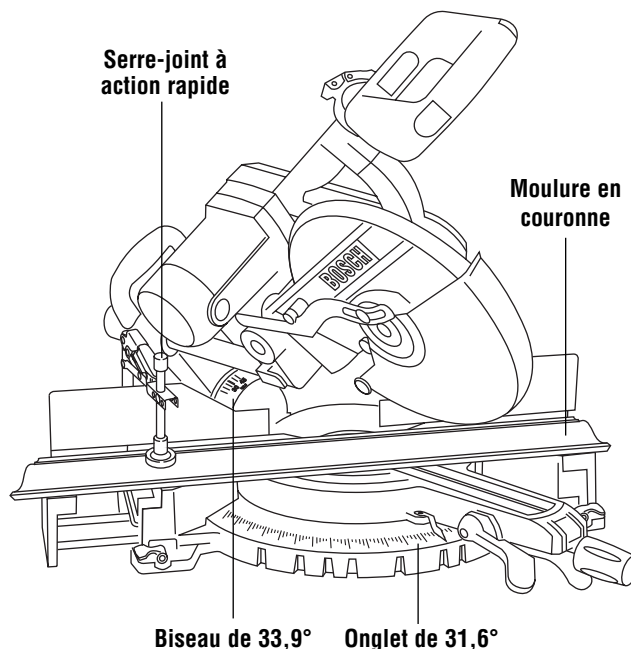

Figure 35. Moulure en couronne reposant à plat
- Pour les coins à 90°, réglez les angles d'onglet et de biseau en vous aidant des tableaux ci-dessous. Serrez le bouton de blocage de l'onglet et le bouton de blocage du biseau (Figure 35).